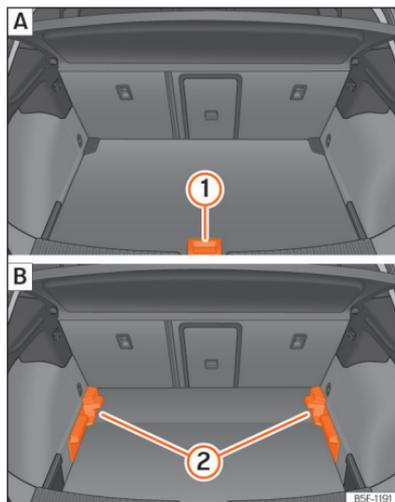

Fig. 185 Piso variável da bagageira: [A] posição alta; [B] posição baixa.
- Para passar da posição baixa para a alta, levante o piso pela pega »» Fig. 185 (1), puxe-o para trás até que a parte dianteira do piso baixe totalmente os suportes (2).
- Desloque o piso sobre estes para a frente até que chegue ao limite no encosto dos bancos traseiros e, de seguida, baixe o piso com a peça (1).
- Para passar da posição alta para a baixa, levante o piso pela pega »» Fig. 185 (1), puxe-o para trás até que a parte dianteira do piso baixe totalmente os suportes (2).
- Deixe cair a parte anterior contra o piso e empurre o piso para a frente até que atinja o limite no encosto dos bancos traseiros, baixando ao mesmo tempo o piso com a pega (1).
- Com o piso variável na posição alta, levante pela pega »» Fig. 185 ①, puxe-o e empurre para o encosto dos bancos traseiros até que o piso dobre pela linha da dobradiça e a parte móvel do piso assente sobre o mesmo.